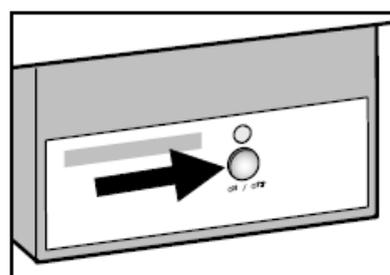

FIGURA 17
- Pressione o botão "**ON / OFF**" de modo que a lâmpada acenda (figura 17).